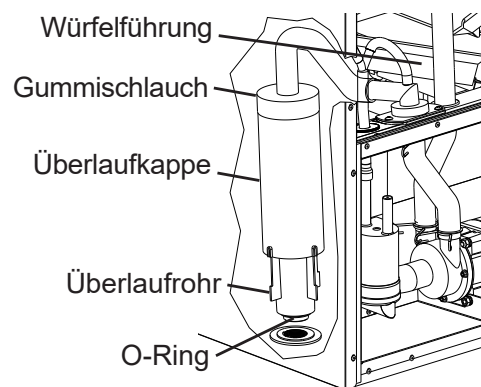

Abb. 6
- 7) Die Eiswürfelführung nach rechts schieben und die Gummikappe und die Hülse vom Überlaufrohr entfernen. Siehe Abb. 6. Das Überlaufrohr abschrauben. Nach dem Entleeren des Wassertanks das Überlaufrohr wieder anschließen. Den Gummischlauch, die Überlaufkappe und die Eiswürfelführung wieder anbringen. **HINWEIS! Sicherstellen, dass der O-Ring an der Unterseite des Überlaufrohrs angebracht ist und das Überlaufrohr nicht schräg eingeschraubt ist.**
- 4) Die vordere Isolationsblende entfernen und die Eiswürfelführung nach rechts schieben. Die Gummikappe und die Hülse vom Überlaufrohr entfernen. Siehe Abb. 6. Das Überlaufrohr abschrauben. Nach dem Entleeren des Wassertanks das Überlaufrohr wieder anschließen. Den Gummischlauch, die Überlaufkappe, die Eiswürfelführung und die vordere Isolationsblende wieder anbringen. **HINWEIS! Sicherstellen, dass der O-Ring an der Unterseite des Überlaufrohrs angebracht ist und das Überlaufrohr nicht schräg eingeschraubt ist.**